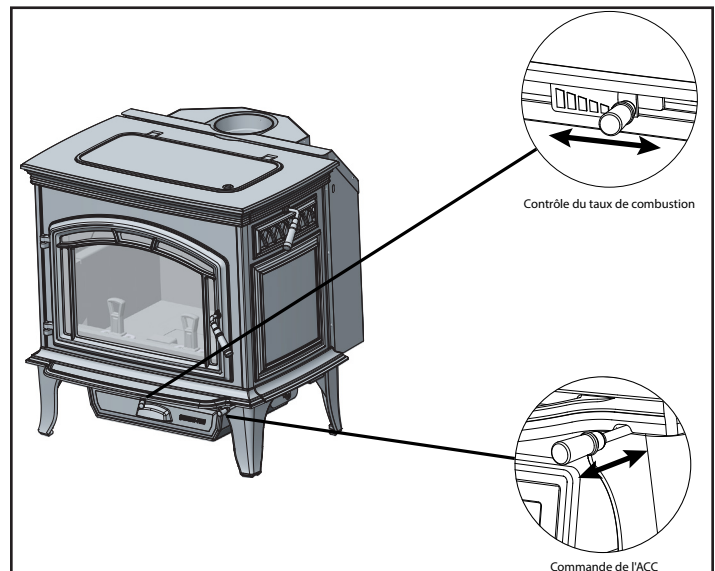

Figure 9.1
Pendant l'étape suivante de la combustion, le bois émet des gaz inflammables qui brûlent au-dessus du combustible en produisant des flammes intenses. Il est très important que les flammes ne s'éteignent pas pendant cette étape. Ceci garantira un feu aussi propre que possible. Si les flammes s'éteignent, le taux de combustion est réglé à un niveau trop bas pour entretenir la combustion. Le réglage d'air situé dans l'angle supérieur droit sert à régler le taux de combustion. On l'appelle le Contrôle du taux de combustion. **Figure 9.1**
Cette admission d'air est située en haut sur l'avant de la boîte à feu, près du bord supérieur de la porte vitrée. Cet air préchauffé fournit l'oxygène nécessaire au mélange des gaz non brûlés pour créer une deuxième, troisième et quatrième combustion. Cet air est régulé par le réglage du taux de combustion. Il existe quatre réglages : moyen, moyen-haut, moyen-bas et bas. Si la commande se déplace tout en haut, elle est sur le réglage maximum; si elle est déplacée tout en bas, elle est sur le réglage minimum. **Figure 9.1**
Le réglage de l'air d'allumage a deux fonctions principales. La première fonction est l'activation de la commande automatique de combustion. Cette fonction s'effectue en glissant la commande entièrement vers l'arrière jusqu'à l'indication « HI » de l'étiquette, puis en la ramenant vers l'avant du poêle jusqu'à la butée. Cela active la commande automatique de combustion et ouvre le passage d'air avant pour permettre à l'air d'entrer par l'avant du poêle pendant environ 25 minutes. Le passage d'air avant se ferme graduellement sur une de 25 minutes. Le feu est alors contrôlé par le contrôle du taux de combustion. Utilisez cette fonction chaque fois que vous ajoutez du bois. **Figure 9.1**
1. Cet appareil est équipé d'une minuterie (commande automatique de combustion) qui maximise le rendement du poêle sans l'intervention du propriétaire de la maison. Suivez les instructions ci-dessous pour régler l'air d'allumage et le taux de combustion. **Figure 9.1**